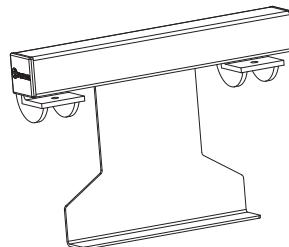
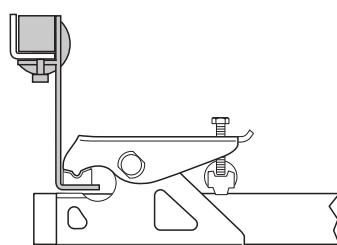

Fig. 22
Fig. 23
- Eriba Touring Troll adaptersættet er obligatorisk til Eriba Touring Troll chassiset (Fig. 22) (Fig. 23).